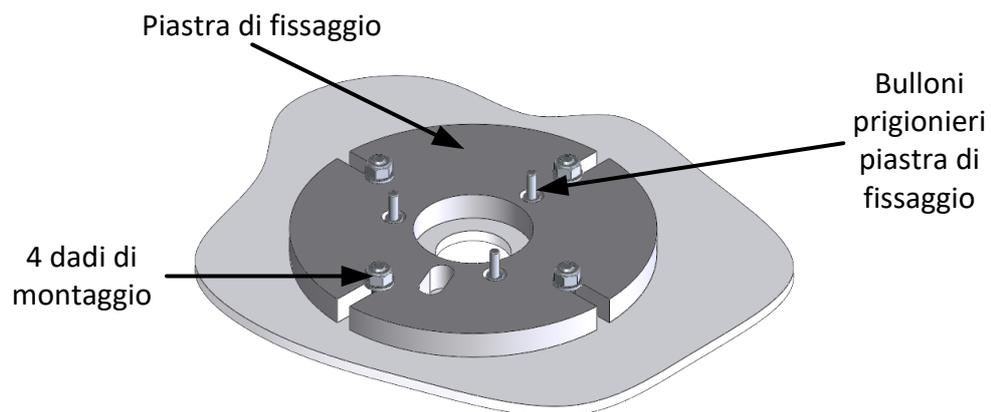

Figura 35. Piastra di fissaggio montata sul mescolatore (bulloni prigionieri fissati)
- Montare la piastra di fissaggio utilizzando le viti di montaggio sul coperchio del mescolatore, controllando che i tre bulloni prigionieri della piastra siano installati e che i dadi siano stretti per tenerli in posizione (Figura 35).